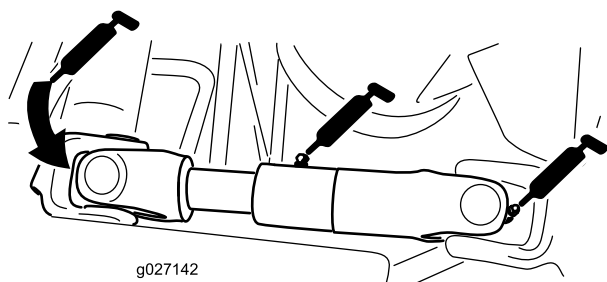

Figura 43
- Junta em U do veio de accionamento da bomba (3) (Figura 43)